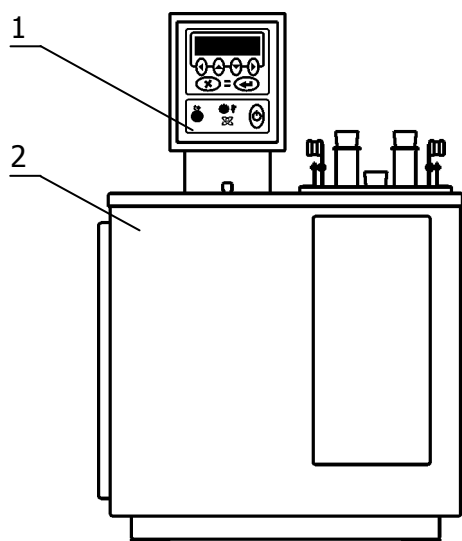
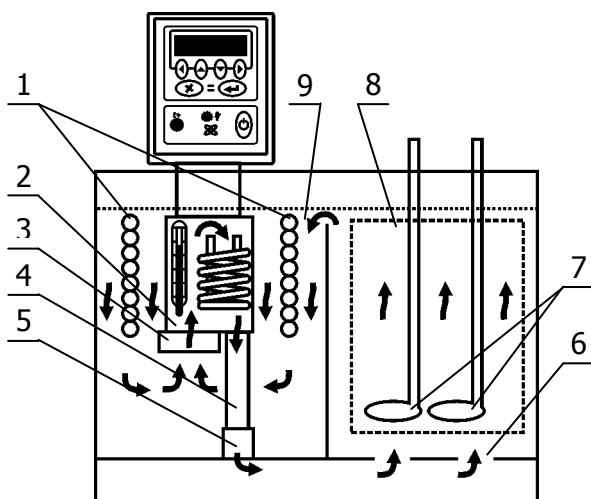

Рисунок 1 — Внешний вид термостатов «КРИО-ВИС-Т-06»
Рисунок 2 — Устройство термостата
1.4.2 Конструкция термостатов состоит из блока регулирования температуры 1 и корпуса 2 (рисунок 1), внутри которого расположены: основная 9 и рабочая 8 ванны (рисунок 2). В корпусе термостатов также размещена холодильная машина. В основной ванне, кроме погружаемой части блока регулирования, расположен теплообменник 1 (рисунок 2), по которому прокачивается хладагент при работе холодильной машины.
1.4.3 Работа термостатов заключается в поддержании заданной температуры циркулирующего теплоносителя и обеспечении равномерного температурного поля в рабочей ванне. Циркуляция теплоносителя обеспечивается центробежным насосом 3 (рисунок 2), расположенным в блоке регулирования температуры.
1.4.4 Поддержание заданной температуры теплоносителя посредством нагрева осуществляется блоком регулирования температуры 1 (рисунок 1). Управление режимами регулирования температуры теплоносителя описано в документе ТКЛШ 3.222.009-21 РЭ «Блок регулирования температуры погружной циркуляционный МОЗМ серии МАСТЕР».
1.4.6 Циркуляционный насос 3 блока регулирования температуры забирает теплоноситель из основной ванны 9 и нагнетает его в резервуар 2 с нагревателем и датчиком температуры. В резервуаре температура теплоносителя регулируется и, далее, через выходную трубку 4, вставленную в муфту 5, и рассекаль 6, теплоноситель поступает в рабочую ванну 8. Далее из рабочей ванны, переливом через верхний край, теплоноситель возвращается в основную ванну 9. Благодаря этому происходит постоянный теплообмен между основной и рабочей ваннами и поддержание заданной температуры теплоносителя. В рабочую ванну устанавливаются вискозиметры 7 (рисунок 2) или корзина для испытаний в соответствии с ГОСТ 20287.